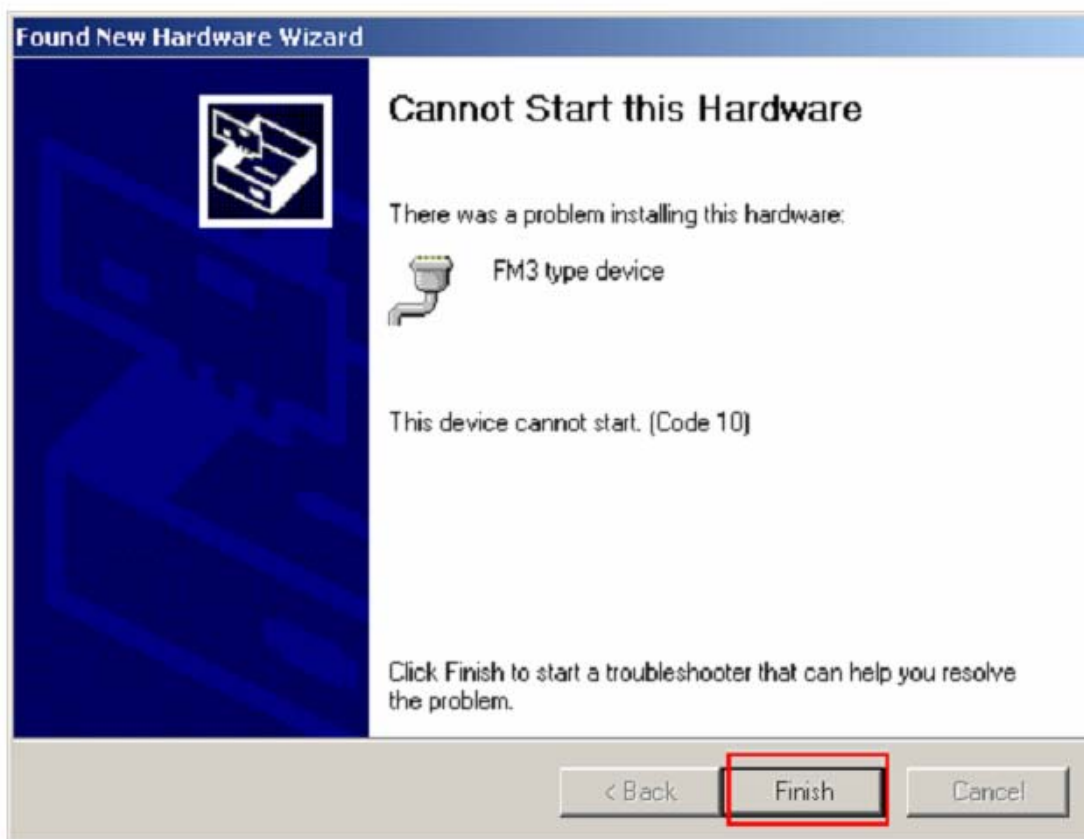

Рис. 5.2.3.5 Установка драйвера.
- 7) Выберите «Включить» (Рис. 5.2.3.7).
- 8) Теперь драйвер полностью установлен и готов к использованию (Рис. 5.2.3.8).